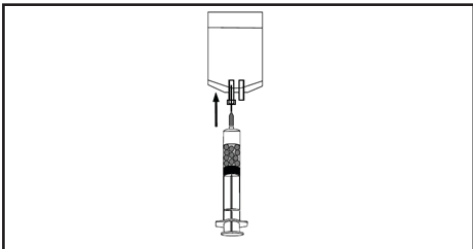

Abbildung 7.
- 1.4 Eine sterile Filternadel an der Spritze mit dem Produkt anbringen. Dabei die Spritze mit dem Produkt aufrecht halten und darauf achten, die abgesetzten Mikrosphären nicht zu bewegen. Die Filternadel in einen Abfallbehälter einführen und die Transportlösung mit der Nadel nach oben ausstoßen, bis eine kleine Menge (maximal 1 ml) in der Produktspritze verbleibt. Eine dünne Schicht der Transportlösung über den Mikrosphären zurücklassen, um die Mikrosphären nicht zusammenzudrücken. (Abbildung 7)